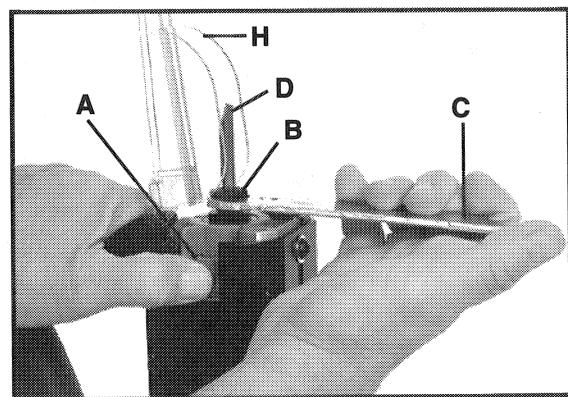

Fig. 4
4. Appuyez sur la serrure du porte-foret (A) Fig. 4, et tourner d'une main l'écrou du collet en sens des aiguilles d'une montre jusqu'à ce que la serrure engage le trou de l'arbre du moteur.